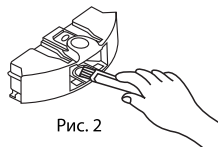

Рис. 2
2. Вытащите вентилятор и затем очистите выходной и входное отверстие для воздуха с помощью сухой щетки. (См. рис. 2 и рис. 3)